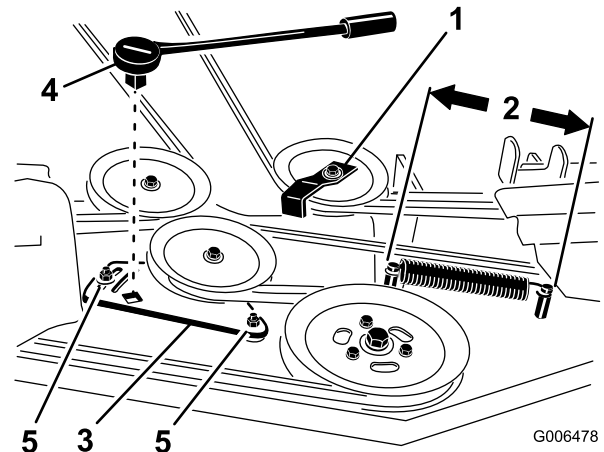

Figure 66
4. Pour les tabliers de 72 pouces, desserrez les boulons de fixation de la plaque de la poulie de tension (Figure 66).
6. Enlevez le guide de courroie de la poulie de tension rappelée par ressort (voir Figure 64 et Figure 66).
9. Montez le guide de courroie sur la poulie de tension rappelée par ressort à un angle de 45 degrés comme illustré à la Figure 64 et Figure 66. Serrez le boulon à un couple de 37 à 45 Nm (27 à 33 pi-lb).
10. Montez le ressort de la poulie de tension sur les deux ergots (Figure 64 et Figure 66).
ressort atteint 25,4 à 26 cm (10 à 10-1/4") entre les ergots, comme illustré à la Figure 66.
8. Tout en maintenant la courroie tendue, serrez les boulons de fixation de la plaque du bras de tension (Figure 66).
4. Mesurez la longueur du ressort (Figure 66). Si elle est comprise entre 25,4 et 26 cm (10 et 10-1/4"), d'un ergot à l'autre, aucun réglage n'est nécessaire.
5. Desserrez les boulons de fixation de la plaque du bras de tension (Figure 66).
6. Insérez un manche à rochet ou une barre de levier dans le trou carré de la plaque pour régler la tension (Figure 66).